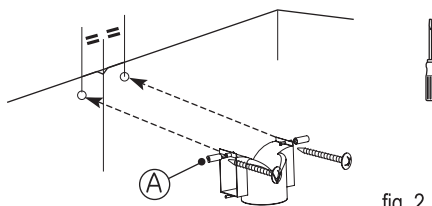

fig. 2
- Coloque o defletor plástico contra a parede, encoste-o ao teto e fixe-o com os dois parafusos (fig. 2). Não se esqueça de centralizar o defletor em relação ao traço vertical feito na parede (fig. 2).
- Para o modelo de 90cm, adicionar as 2 barras espaçadoras fornecidas na bolsa (A/fig. 2).